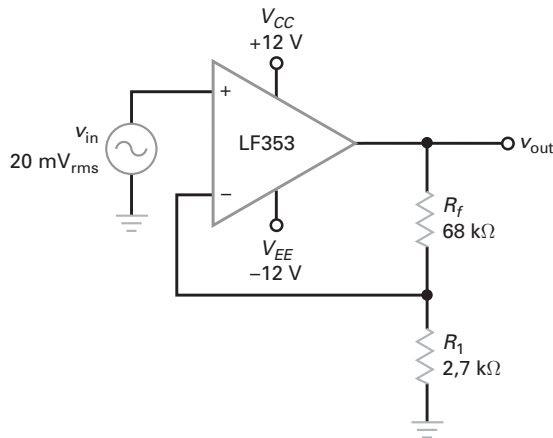

Figura 17-15
- 17-1** Na Figura 17-15, calcule a fração de realimentação, o ganho de tensão em malha fechada, o erro percentual e o ganho de tensão exato.
- 17-2** Se o resistor de 68 kΩ na Figura 17-15 for substituído por um de 39 kΩ, qual a fração de realimentação? Qual o ganho de tensão em malha fechada?
- 17-3** Na Figura 17-15, o resistor de 2,7 kΩ é substituído por um de 4,7 kΩ. Qual a fração de realimentação? Qual o ganho de tensão em malha fechada?
- 17-4** Se o LF351 na Figura 17-15 for substituído por um LM308, qual a fração de realimentação, o ganho de tensão em malha fechada ideal, o erro percentual e o ganho de tensão exato?